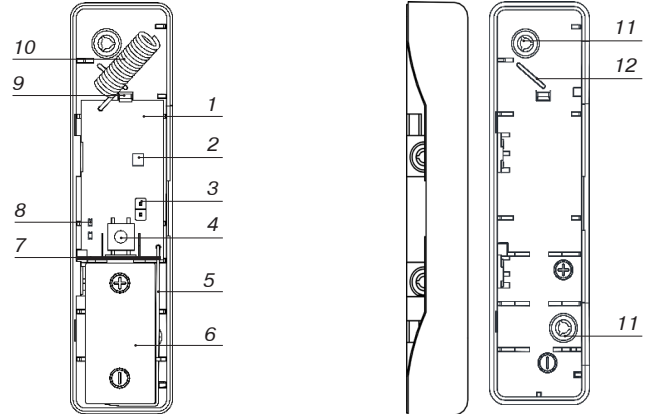

Рисунок 1 – «Цельсий-1-РК»
Для извлечения печатной платы следует отжать защелку (9) (рис. 1а) в основании корпуса.
**ВНИМАНИЕ!** Антенна должна быть установлена на держатель (12) (рис. 1б). Размещение антенны вне держателя существенно снижает дальность радиосвязи.